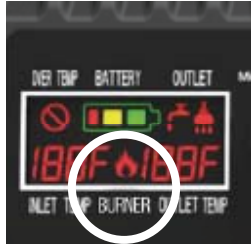

FIG. 5
5. Tournez le cadran de contrôle de la température de sortie dans la position du centre. Appuyez sur le bouton Pompe (Pump). Vous devriez entendre l'allumeur électronique dans le brûleur. Lorsque l'appareil est allumé, l'icône de brûleur sur le panneau de commande s'illuminera et la lecture de la température d'eau augmentera . (FIG. 5)
4. Vous devriez entendre l'allumeur électronique en allumant le brûleur. Lorsque ce dernier est allumé, l'icône de brûleur sur s'illuminera et la lecture de température d'eau augmentera (FIG. 5)